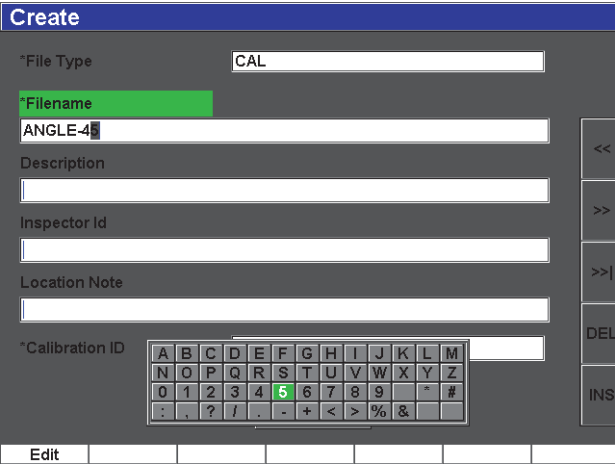

Рис. 2-20 Виртуальная клавиатура
- 6. При помощи ручки прокрутки или курсорных клавиш производите навигацию по виртуальной клавиатуре (см. Рис. 2-20 на стр. 50).
- 7. Введите символ нажатием **INS** (см. Рис. 2-20 на стр. 50).